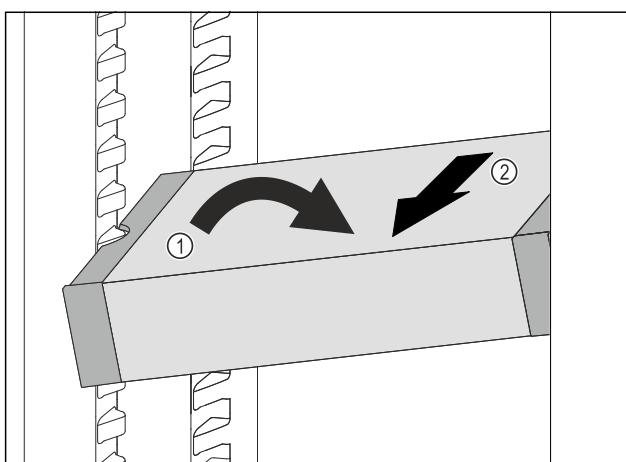

Fig. 73
- Расположите VarioSafe в холодильном отделении под наклоном. Fig. 73 (1)
- Извлеките VarioSafe движением вперед. Fig. 73 (2)